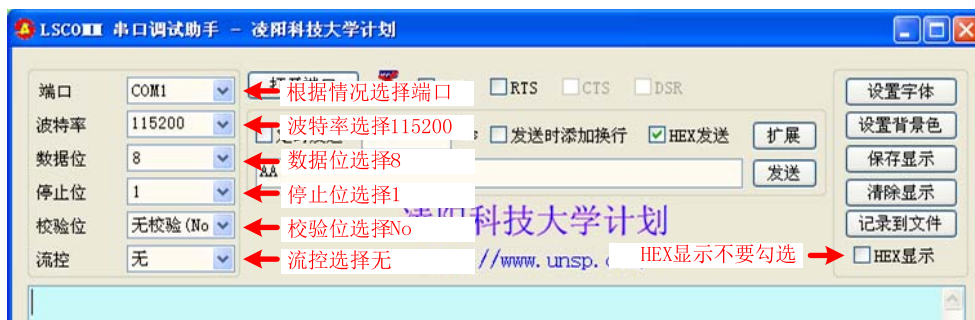

图 6.47 设置串口调试助手参数
11. 双击打开光盘内Tools\串口调试助手文件夹下的LSCOMM.exe，并按照图 6.47所示设置各项参数；